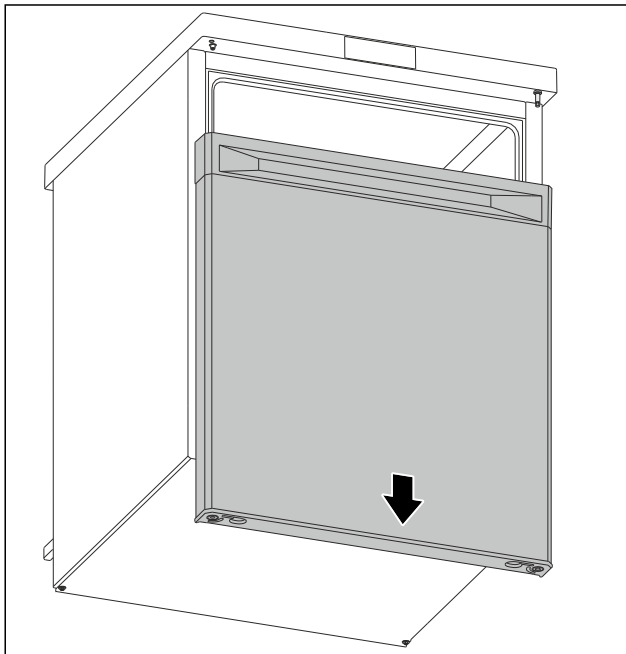

Fig. 6
- Tür nach unten abnehmen. (siehe Fig. 6)